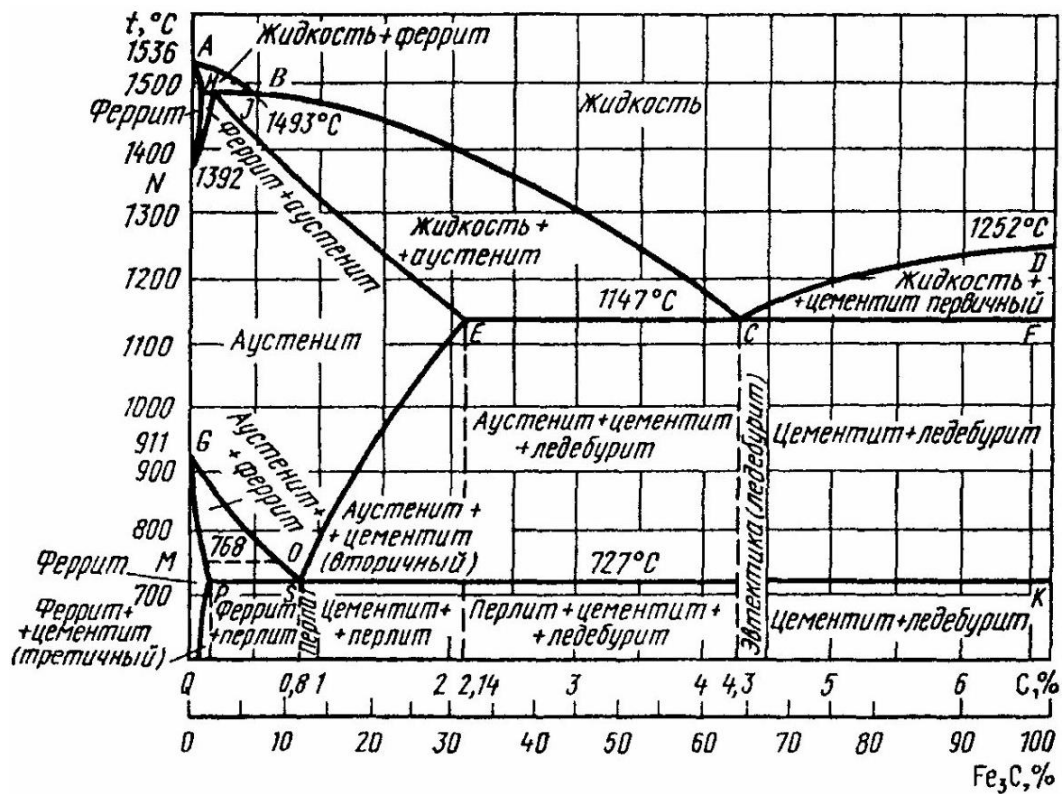

Рисунок 1 – Диаграмма состояния системы железо-углерод (железо-цементит)
76. Вычертите диаграмму состояния системы железо-углерод (железо-цементит) (рисунок 1). Укажите структурные составляющие во всех областях диаграммы. Постройте кривую охлаждения (с применением правила фаз) и опишите превращения от жидкого состояния до нормальной температуры для сплава, содержащего 0,15 % С. Укажите структуру сплава при комнатной температуре, назовите сплав.
111. С помощью диаграммы состояния железо-карбид железа (рис. 1) определите температуру полного и неполного отжига и нормализации для стали 40 и кратко опишите микроструктуру и свойства стали после каждого вида термической обработки.
112. После термической обработки углеродистой стали получена структура цементит-мартенсит отпуска. Нанесите на диаграмму состояния железо-карбид железа (рис. 1) ординату заданной стали (примерно) и укажите температуру нагрева этой стали под закалку. Назначьте температуру отпуска, обеспечивающую получение заданной структуры, опишите все превращения, которые совершились в стали в процессе закалки и отпуска.
114. С помощью диаграммы железо-карбид железа (рис. 1) определите температуру полной и неполной закалки для стали 45 и дайте краткое описание микроструктуры и свойств стали после каждого вида термической обработки.
115. Как изменяются структура и свойства стали 45 и У10 в результате закалки от температуры 750 и 850°C. Объясните с применением диаграммы состояния железо-карбид железа (рис. 1).
118. С помощью диаграммы железо-карбид железа (рис. 1) определите температуры нормализации, отжига и закалки для стали У10. Охарактеризуйте эти режимы термической обработки и кратко опишите микроструктуру и свойства стали после каждого вида обработки.
119. Используя диаграмму состояния железо-карбид железа (рис. 1) и кривую изменения твердости в зависимости от температуры отпуска, назначьте режим термической обработки для углеродистой стали 45, необходимой для обеспечения твердости 300 НВ. Опишите превращения, которые совершились в стали в процессе закалки и отпуска, и полученную после термообработки структуру.
120. После закалки углеродистой стали со скоростью охлаждения выше критической была получена структура, состоящая из феррита и мартенсита. Проведите на диаграмме состояния железо-карбид железа (рис. 1) ординату, соответствующую составу заданной стали, укажите принятую в данном случае температуру нагрева под закалку и опишите превращения, которые совершились в стали при нагреве и охлаждении. Как называется такой вид закалки?